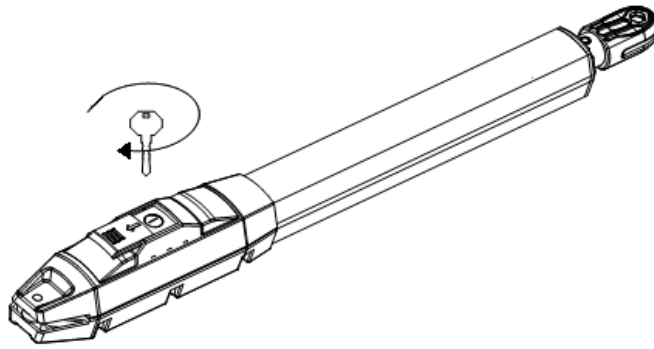

Figura 7
C) Prima dell'installazione, sbloccare le due unità principali. Metodo di sblocco: aprire il coperchio di sblocco manuale, inserire la chiave di sblocco manuale, ruotare la chiave fino allo sblocco, come mostrato in Figura 7, quindi ruotare il braccio telescopico, si noterà che si estende facilmente a mano.